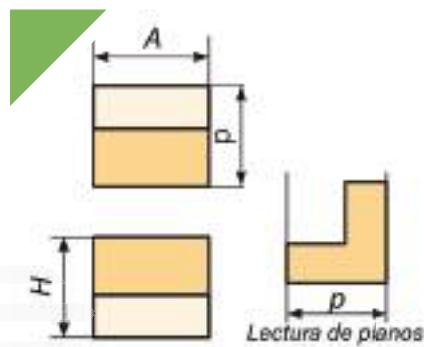

Fig. 4.15
**Relación de dimensiones entre las vistas.** Todas las vistas aportan datos que deben coincidir con ellas mismas, por ejemplo: las vistas superior y lateral tienen la misma profundidad (Fig. 4.15).